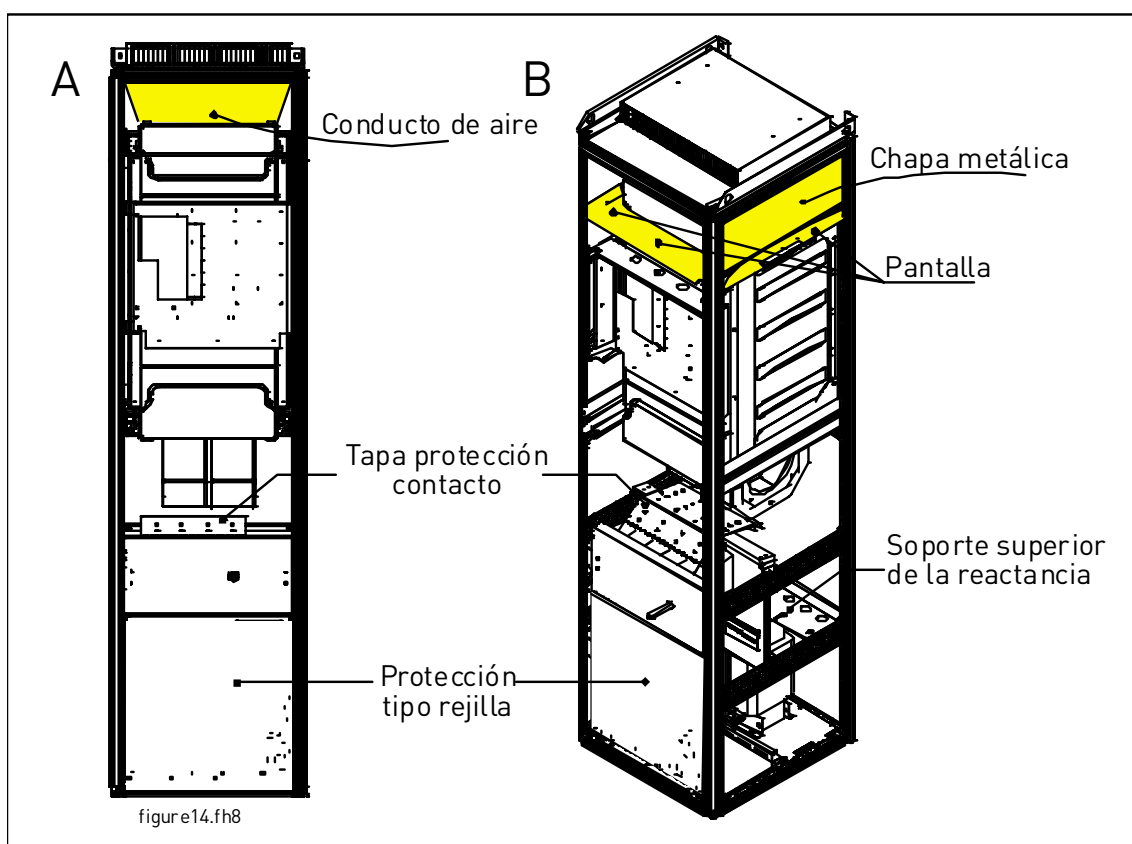

Figura 36. Disposiciones para dirigir el aire caliente a la salida situada en la parte superior de la caja, solución para una caja
- ¡NOTA!** Para permitir la libre circulación del aire, la tapa situada en la parte inferior del armario debe ser tipo rejilla de chapa metálica mallada. Por la misma razón, la tapa de protección contra el contacto de la barra y el soporte superior del reactancia deben estar equipados con orificios. Véase Figura 36.